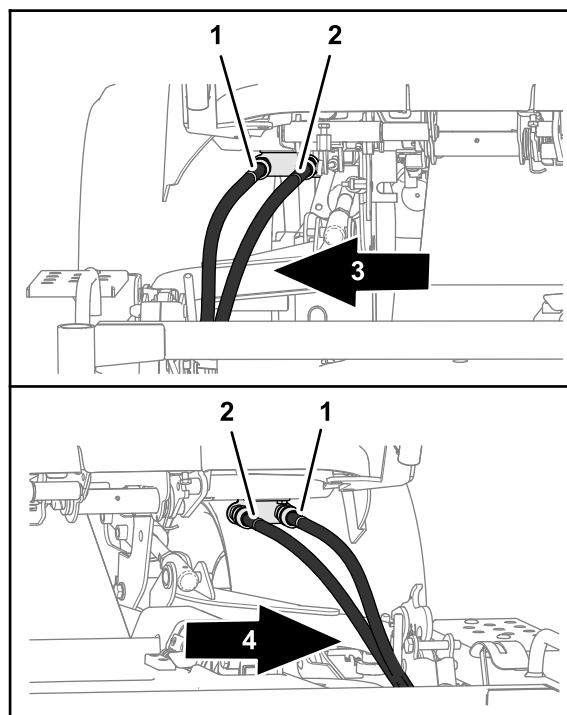

Figura 114
4. Scollegate i flessibili idraulici da ciascun lato del trattorino (Figura 114).
- A. Collegate il tubo idraulico contrassegnato in blu all'attacco rapido interno contrassegnato in blu; fate riferimento alla Figura 114 in Rimozione del piatto di taglio \(pagina 77\).
- B. Collegate il tubo idraulico contrassegnato in rosso all'attacco rapido esterno contrassegnato in rosso; fate riferimento alla Figura 114 in Rimozione del piatto di taglio \(pagina 77\).